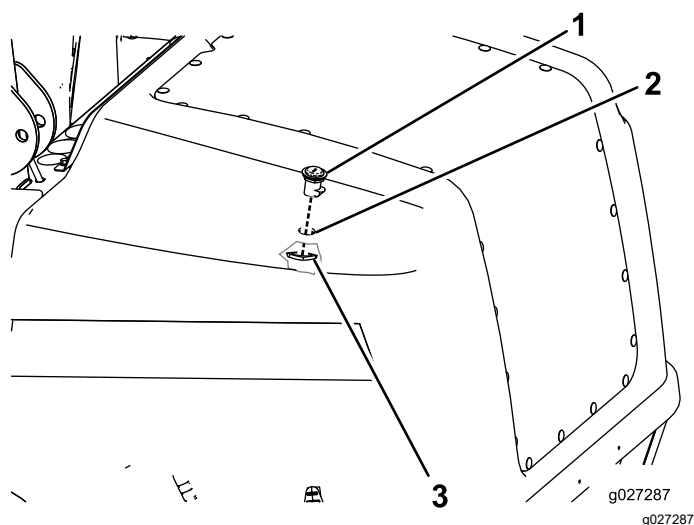

Figura 4
11. Instale o conjunto do trinco de bloqueio através do capot e do suporte do trinco com o engate virado para a frente (Figura 4).
12. Instale a porca de bloqueio na parte inferior do conjunto do trinco para a prender no sítio (Figura 4).